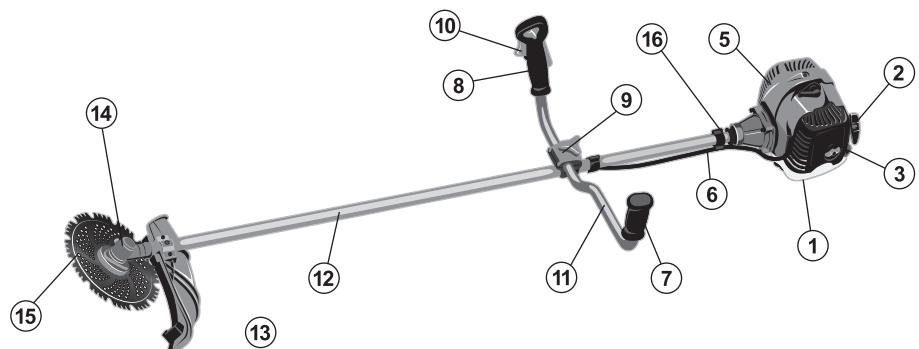
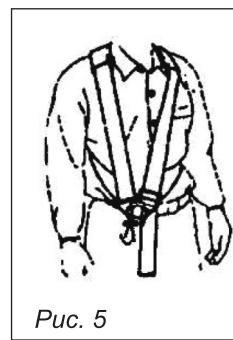

Рис.2. Расположение основных элементов бензотриммера:
Рис. 5
Основные элементы и части бензотриммера представлены на рис. 2.
Ремень крепится к штанге с помощью держателя (16) (рис. 2). Согласно рис. 5 наденьте ремень на шею и пристегните карабин за одно из отверстий в держателе (16) (см. рис. 2).